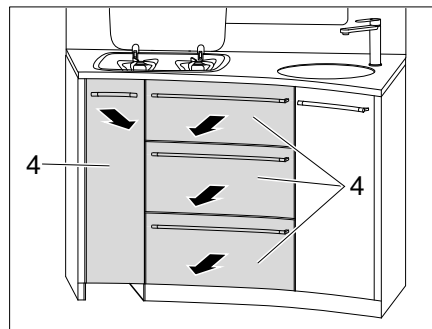

Fig. 133 Retirer le tiroir de cuisine
- Retirer le tiroir de cuisine (Fig. 133,4).